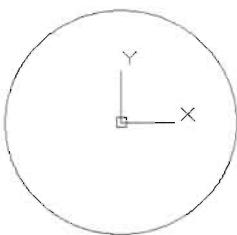

图 3-53
(2) 单击“绘图”工具栏中的“圆”按钮 , 以原点 (0,0) 为圆心, 绘制一个半径为 9 的圆形, 如图 3-53 所示, 命令执行过程如下。